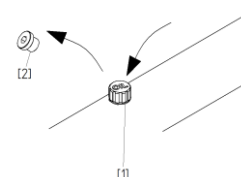

Abb. 1
- Verschlusschraube (2) gegen Entlüftungsstopfen (1) austauschen (siehe Abb.1)